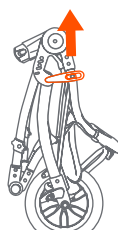
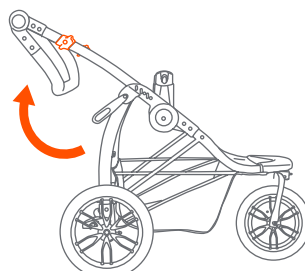

Fig. 21a
Fig. 21b
21) • Destrabe la palanca de liberación (Fig. 21a). Despliegue el armazón del cochecito tirando hacia arriba del manubrio (Fig. 21b). La barra se trabará cuando las patas estén completamente extendidas.